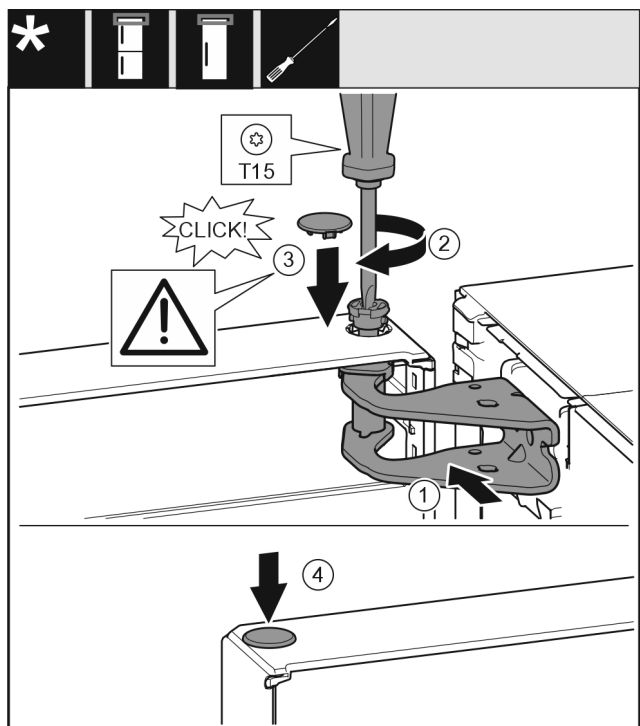

Fig. 20
- Allineare la porta superiore all'apertura nella staffa di supporto Fig. 20 (1).
- Inserire i perni Fig. 20 (2) e stringerli con un cacciavite.
- Inserire la copertura Fig. 20 (3).
- Controllare che la copertura Fig. 20 (3) poggi sulla porta.
- Inserire la copertura Fig. 20 (4).